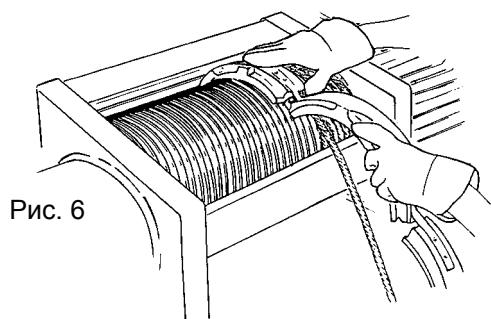

Рис. 6
**Монтаж направляющего кольца:** вставить направляющее кольцо (Рис. 6) в нужном положении по отношению к канавкам барабана.